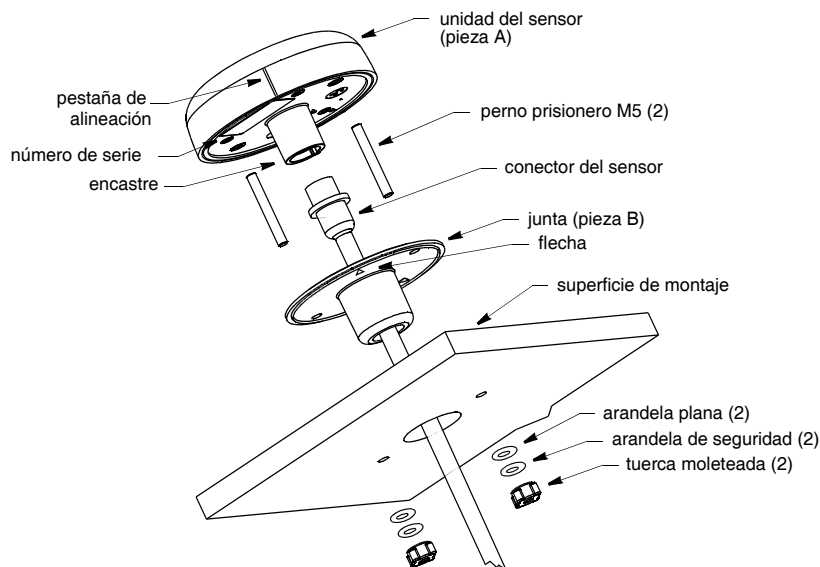

Figura 3. Montaje encastrado
1. Retire la etiqueta del encastre de la unidad del sensor (Figura 3). Aplique fijador de roscas *no permanente* a los dos pernos prisioneros que se suministran. Rosque los pernos prisioneros en la parte inferior de la unidad del sensor (pieza A).